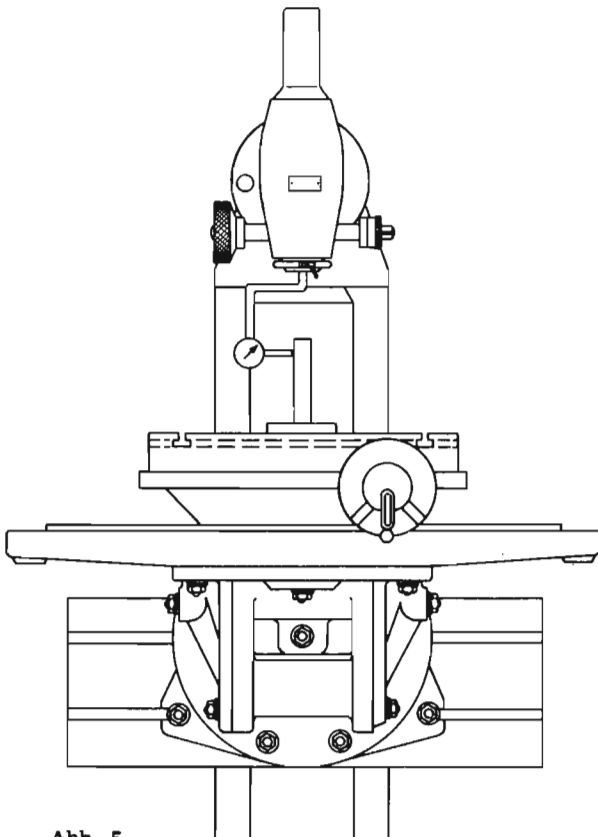

Abb. 5
d) Einstellen der Senkrechtfrässpindelachse auf die Rundtischdrehachse (Abb. 5)
- 3) Der Rundtisch wird aufgesetzt. In die ausgerichtete Senkrechtfrässpindel wird mittels Spannzange ein Meßuhrhalter mit radial nach innen tastender Uhr eingespannt (siehe Abb. 5). Ein auf dem Rundtisch ausrichtbarer Prüfdorn wird hiermit zur Rundtischachse zentriert.